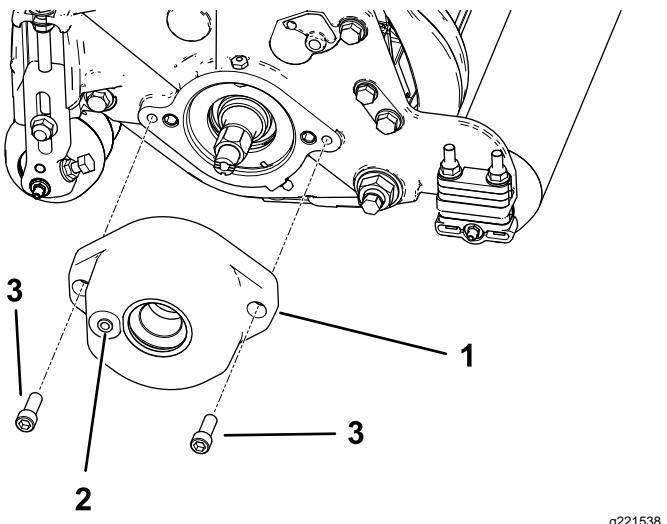

Figura 4
- Para el Modelo 03408 solamente: Monte el alojamiento del cepillo del rodillo en el alojamiento del cojinete del molinete con 2 pernos de cabeza hueca hexagonal ($\frac{3}{8}$ " x 1"); consulte Figura 4.